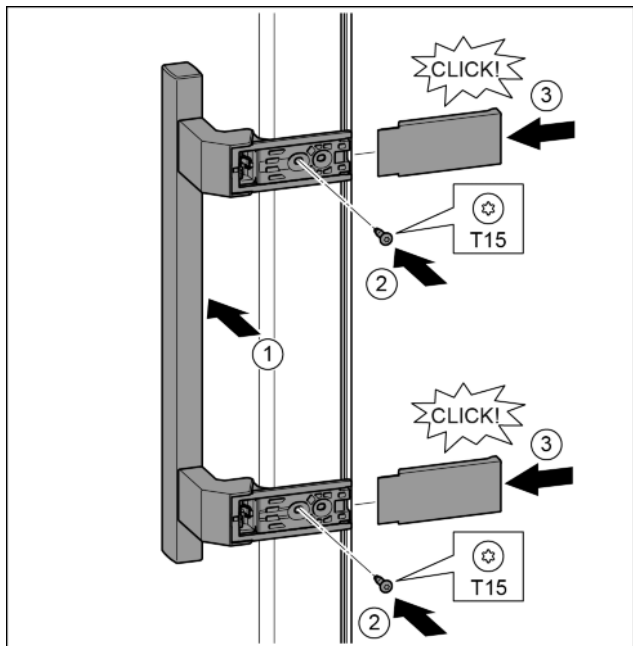

Fig. 16
- ▶ Applicare la maniglia sul lato opposto. Fig. 16 (1)
- ▶ Serrare le viti con il cacciavite T15. Fig. 16 (2)
- ▶ Applicare le coperture lateralmente e inserirle spingendo. Fig. 16 (3)